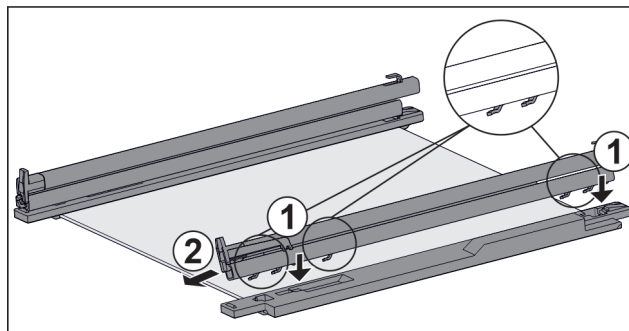

Fig. 125 Tablette en verre avec rails et pièces de retenue
- Placer les crochets du rail sur les ouvertures de la pièce de retenue de **gauche**. Fig. 125 (1)
- Tirer le rail vers l'avant. Fig. 125 (2)
- Placer les crochets du rail sur les ouvertures de la pièce de retenue de **droite**. Fig. 125 (1)